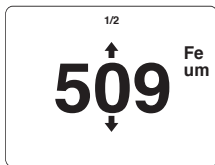

Figure 4
3. Soulevez l'instrument après environ 2 secondes et la valeur mesurée sera affichée (tel qu'indiqué à la figure 4).